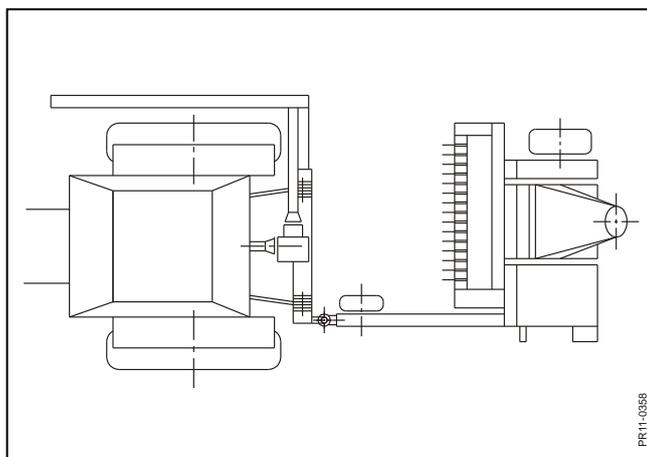

Fig. 5-2
**Fig. 5-2** La máquina está conectada, por lo que va detrás del tractor. Asegúrese de que el pasador de seguridad está acoplado antes de conducir por vías públicas.